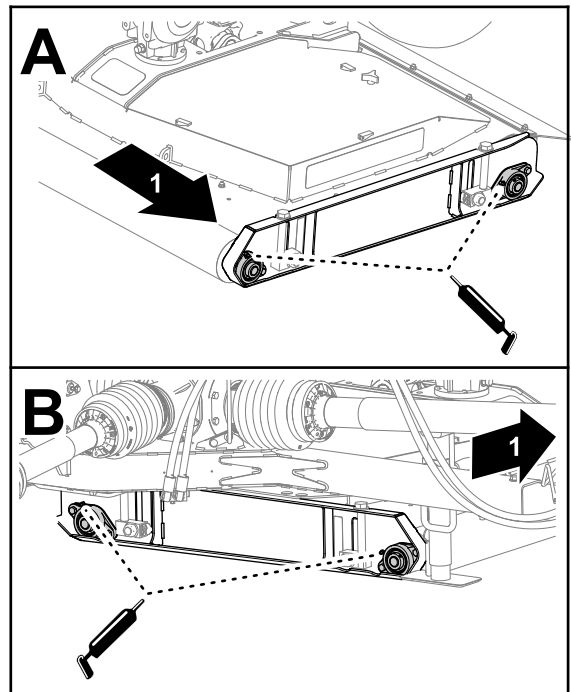

Figura 50
1. Applicate il grasso specificato ai cuscinetti dei rulli del piatto di taglio sul lato sinistro del piatto (Figura 50).
2. Ingrassate i cuscinetti dei rulli del piatto di taglio sul lato destro del piatto (Figura 50).